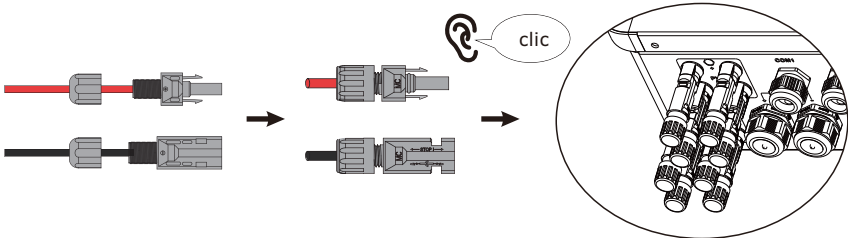

Figure 4.1-4 Le connecteur PV est raccordé à l'onduleur
Étape 4. Vissez le capuchon et branchez-le sur le côté de l'onduleur. Un clic se produit lorsque les connecteurs sont correctement insérés dans les fiches PV, comme indiqué à la Figure 4.1-4.